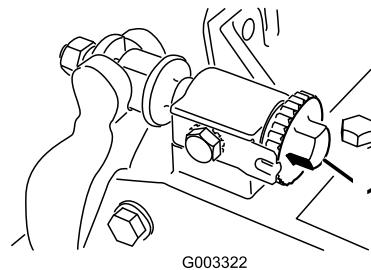
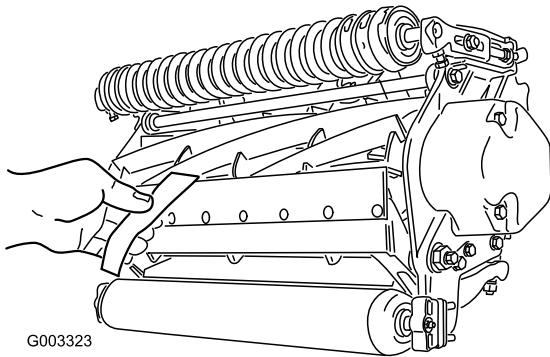

図 8
図 9
- ユニットを水平で平らな作業台の上に置く。ベッド・バー調整ネジ（図 8）を左に回して、リールと下刃の接触を完全になさず。
**重要** ユニット左右についているベッドバー調整ネジのナットが床に当たっていないことを確認する（図 8）。
- リール前面の左右いずれかの端を選び、リールと下刃の間に新聞紙片を差し入れる（図 9）。リールをゆっくり前回転させながら下刃調整ネジ（図 8）を締め（新聞紙を入れた側の調整ネジを、1 目盛りづつゆっくりと）、新聞紙を前から（ベッドナイフの上面に平行に）入れると軽く挟まれる程度に調整する。新聞紙を引き抜くのに軽い力が必要な程度でよい。
5. 両側の調整ができたら最終確認を行う：紙片をリールの前から差し込んだ時にはさむだけ、下から差し込むと切れるのが正しい調整である（図 9）。リールと下刃のごくわずかの接触で紙が切れなければいけない。接触を強くしないと切れない（リールが新聞紙を強く挟み込まないと切れない）場合には、鋭利な刃先を取り戻して精密なカットができるようにバックラップか研磨を行うことが必要である（Toroリール・モアとロータリー・モアのための研磨マニュアルForm No. 80-300PT を参照）。